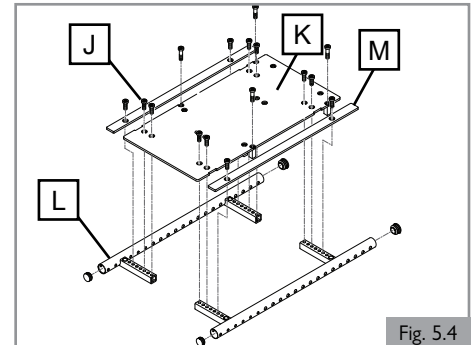
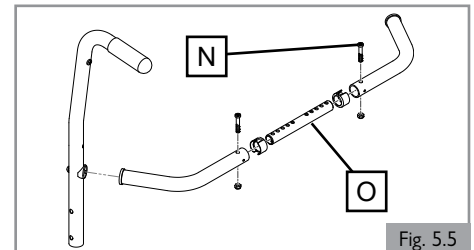

Fig. 5.4
Fig. 5.5
1. Utilisez la molette d'inclinaison manuelle (H) située sur le côté du fauteuil, tournez dans le sens des aiguilles d'une montre pour incliner le dossier, et dans l'autre sens pour le remettre en position verticale.
5.4 Réglage des dimensions du plateau et du dossier de l'assise (Fig. 5.4 et Fig. 5.5)
1. Réglage de la largeur du plateau/châssis de l'assise (Fig. 5.4)
- b. Pour régler la largeur de l'assise, retirez les vis (J) qui fixent le plateau au châssis de l'assise (L).
- c. Remplacez (K) (soit le plateau d'assise rigide, soit le plateau d'assise réglable à plaque coulissante) pour obtenir la largeur souhaitée (par incréments de 1/2 po de chaque côté). Assurez-vous que le plateau d'assise est bien centré et espacé uniformément d'un côté à l'autre.
- d. Pour une largeur de 13 po (de 10 po x 10 po à 13 po x 18 po), vous devrez monter les renforts de largeur (L) de manière à combler l'espace entre le rail du siège (M) et le plateau d'assise (K).
2. Réglage de la largeur du châssis du support de dossier (Fig. 5.5)
- a. Après avoir mesuré le réglage de la largeur de la zone d'assise, retirez la visserie de fixation avant (N) du tube de réglage (O) de la barre stabilisatrice.